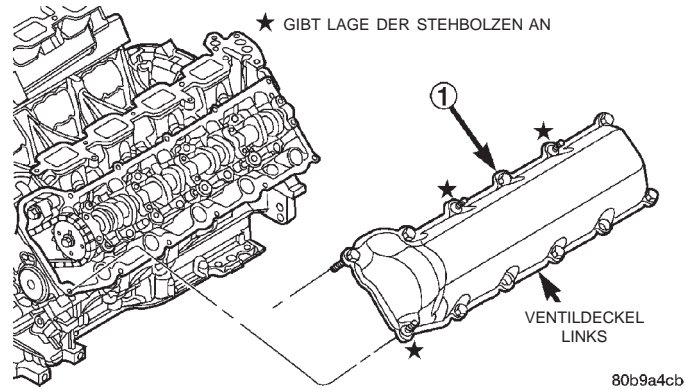

Abb. 47 Ventildeckel—links
- (1) Ventildeckel und beide Dichtflächen reinigen. Dichtung prüfen und nach Bedarf erneuern.
- (2) Ventildeckel aufsetzen und alle Befestigungsschrauben von Hand andrehen. Sicherstellen, daß sich alle Stehbolzen an den richtigen Stellen befinden, siehe (Abb. 47).
- (3) Ventildeckelschrauben und Stehbolzen mit einem Anzugsmoment von 12 N·m (105 in. lbs.) festziehen.
- (4) Steckverbinder der Einspritzventile anschließen und den Einspritzventil-Kabelbaum an den Halteclips befestigen.
- (5) Ansaugluftfilter und Ansauggeräuschdämpfer/ Drosselklappengehäuse einbauen. Resonatorschrauben mit einem Anzugsmoment von 4,5 N·m (40 in. lbs.) festziehen.
- (6) Batterie-Minuskabel (-) anklemmen.